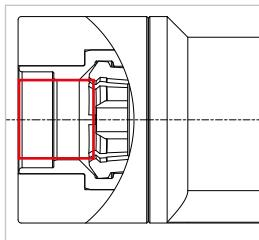

Figure 12
- ▶ Avant de mesurer le taux de fuite, il est impératif de rincer les parties suivantes du produit WEH® à l'air comprimé ou à l'azote (*Figure 12*) :
- l'intérieur de la douille de guidage (pos. 1)